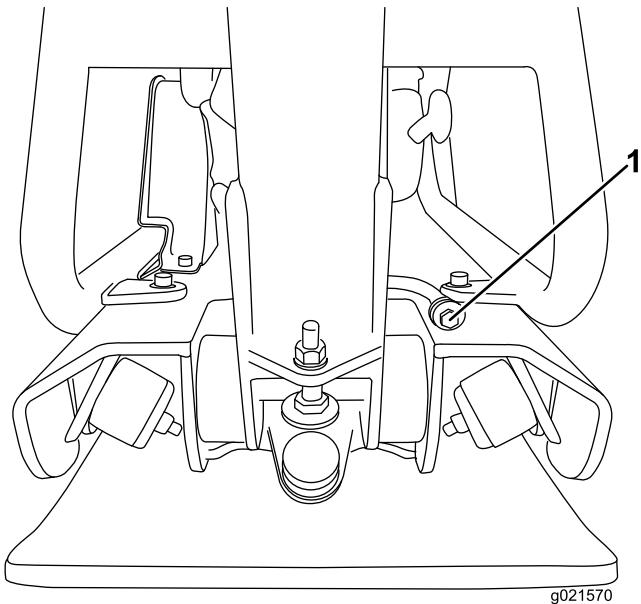

Figura 20
3. Retire el tapón de vaciado (Figura 20).